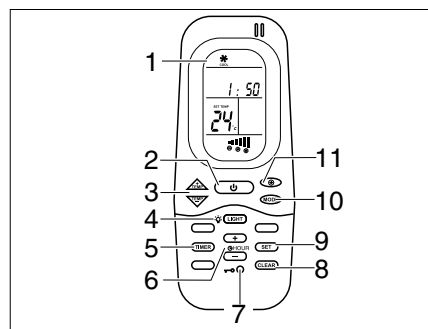
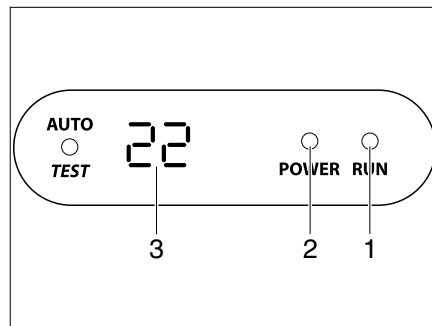

Fig. 319 Telecomando
Fig. 320 Display sul diffusore
L'impianto di climatizzazione si trova sul tetto del veicolo. Il telecomando (Fig. 319) dell'impianto di climatizzazione si trova nella zona cucina.
- Collegare il veicolo all'alimentazione a 230 V. L'impianto di climatizzazione è pronto a funzionare. Il LED (Fig. 320,2) sul display del diffusore si accende in rosso.
- Per attivare, premere il tasto di accensione/spegnimento (Fig. 319,2) del telecomando. Il LED (Fig. 320,1) è acceso in verde quando l'impianto di climatizzazione funziona in modalità di raffreddamento. Il LED (Fig. 320,1) è acceso in rosso quando l'impianto di climatizzazione funziona in modalità di riscaldamento.
- Impostare la modalità di funzionamento desiderata con il tasto MODE (Fig. 319,10).
- Se necessario, con il tasto (Fig. 319,11) impostare il livello della ventola e con i tasti (Fig. 319,3) la temperatura ambiente desiderata.
- Per disattivare, premere di nuovo il tasto di accensione/spegnimento (Fig. 319,2) del telecomando.
- Per la programmazione, accendere l'impianto di climatizzazione con il tasto di accensione/spegnimento (Fig. 319,2) del telecomando.
- Premere il tasto TIMER (Fig. 319,5). L'indicatore ON dell'ora di avvio si attiva.
- Con i tasti TEMP (+/-) (Fig. 319,3) impostare l'ora.
- Premere di nuovo il tasto TIMER (Fig. 319,5). L'indicatore OFF dell'ora di avvio si attiva.
- Premere di nuovo il tasto TIMER (Fig. 319,5).
- Al termine dell'impostazione premere il tasto SET (Fig. 319,9).
- Per cancellare la programmazione del timer, premere il tasto CLEAR (Fig. 319,8).